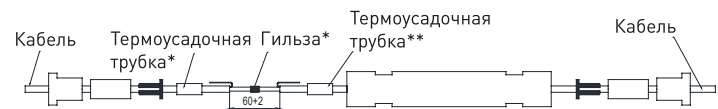

Рис. 12
8.1.2 Надеть на зачищенную жилу нагревательного кабеля RGN гильзу* (для RGN-01-01 гильза длиной 8 или 8,5 мм; для RGN-02-01 гильза длиной 30 мм), с другой стороны вставить в гильзу* зачищенную жилу нагревательного кабеля RGN. Зачищенные жилы вставлять в гильзу до изоляции! Опрессовать гильзу* с помощью ручного кримпера (см. рисунок 12).